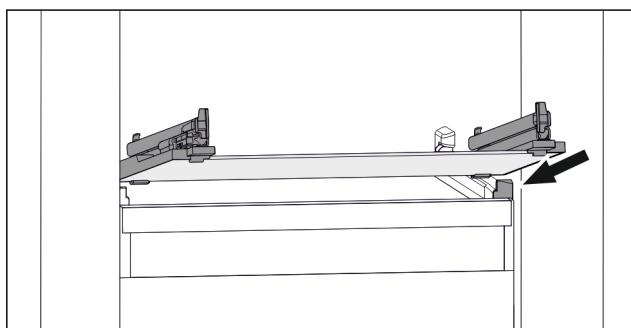

Fig. 124 Примерное отображение стеклянной пластины
- Наклоняя вниз, установите стеклянную пластину за стопоры. (см. Fig. 124)